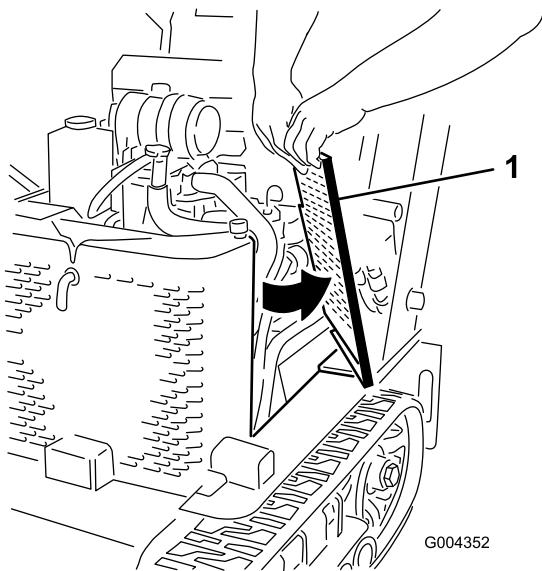

Bild 30
2. Schieben Sie die Seitengitter (Bild 30) nach oben und aus den Schlitten im vorderen Gitter und im Rahmen.